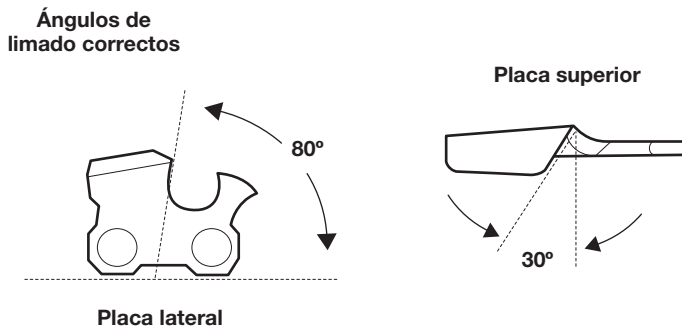

Fig. 38
- Aplique algunos golpes firmes en cada diente. Cuando se lima correctamente, la placa superior estará en un ángulo de 30° y la placa lateral estará en un ángulo de 80° (Fig. 38). La utilización de la lima y el soporte de lima correctos producirá automáticamente los ángulos correctos.